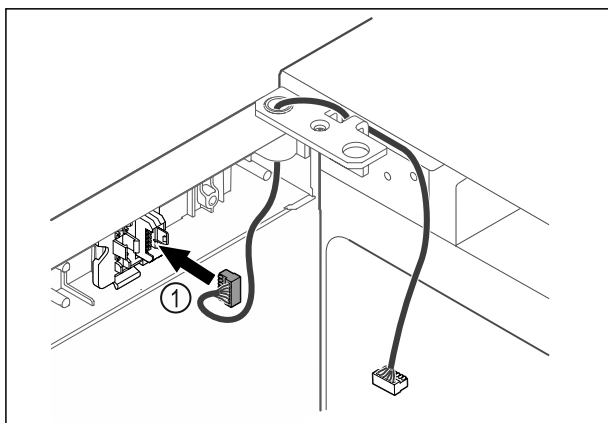

Fig. 40
- ▶ Τοποθετήστε το φιν Fig. 40 (1) στο στήριγμα του φιν, -ή-